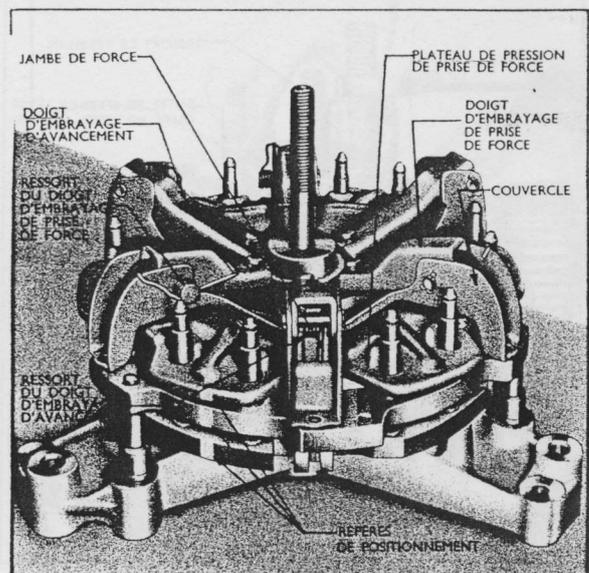

Fig. 10.
3. Placer un axe pivotant parallèle dans le trou qui se trouve à l'extrémité extérieure de chacun des doigts de débrayage de prise de force (doigts courts). Glisser l'extrémité de chacun des doigts à sa place dans le couvercle d'embrayage de telle sorte que l'axe du doigt vienne se loger dans la fente pratiquée dans l'étrier de plateau d'embrayage/prise de force qui fait saillie à travers le couvercle. Placer un ressort de torsion à crochet sous la partie lisse qui se trouve sous la tête de chacun des grands axes pivotants. Positionner chacun des doigts de débrayage/prise de force dans le couvercle d'embrayage puis fixer les axes pivotants à travers le couvercle et les doigts de débrayage tout en logeant les extrémités correspondantes de chacun des ressorts de torsion dans le trou prévu dans le doigt de débrayage et sur le bord vertical du couvercle (voir FIG. 10).
6. Placer l'ensemble couvercle d'embrayage et plateau d'embrayage/prise de force sur le disque d'embrayage/prise de force (voir FIG. 10) de telle sorte que le repère pratiqué sur le plateau d'embrayage/prise de force au cours du démontage reste aligné avec les repères correspondants sur la plaque centrale d'entraînement et le plateau d'embrayage/tracteur (voir remarque ci-dessus). Les trois leviers de renvoi de doigts de débrayage traversent des trous de dégagement pratiqués dans la plaque centrale d'entraînement et s'introduisent dans les fentes que porte le plateau d'embrayage/tracteur.